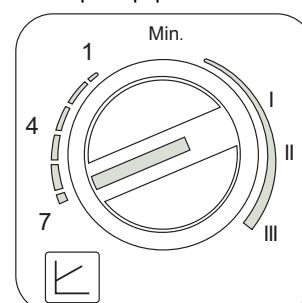

fig. 17
- Configuración Dp-v Presión de impulsión proporcional (fig. 17)